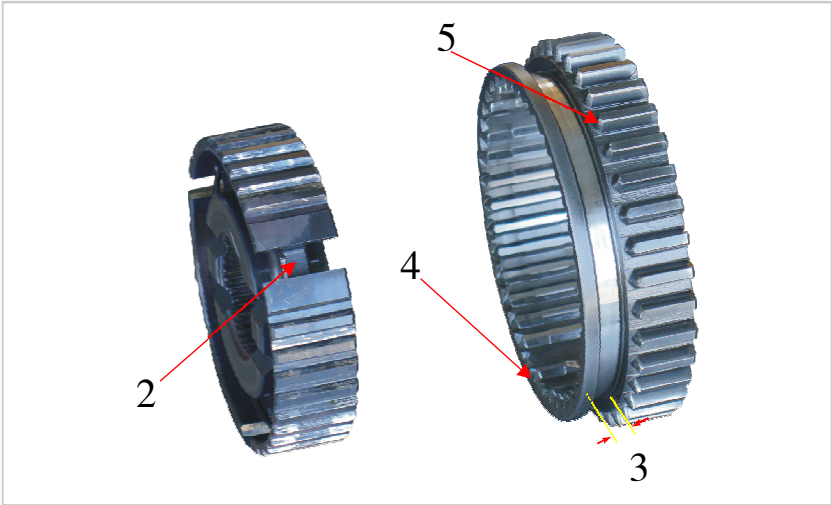

图4-50 同步器齿毂和齿套检查部位
3. 检查一、二挡同步器齿毂和齿套的磨损或损坏（图4-50和表4-10）。